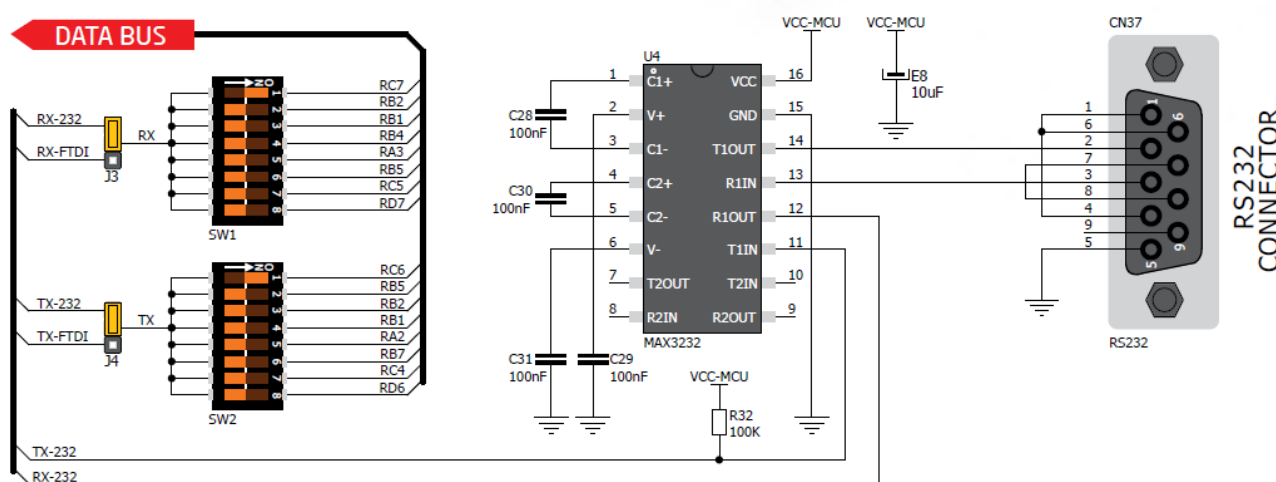

Figura 3. Configuració de EasyPIC per la línia sèrie
1. Configuració de la placa de desenvolupament de forma que els bits RC6 i RC7 estiguin connectats a les línies TX i RX del mòdul de transmissió sèrie de la placa. Això es fa mitjançant els *jumpers* J3 i J4, i els *switches* SW1 i SW2 –en posició ON– segons mostra la figura 3 (pàgina 16 del *EasyPIC User's Guide*).